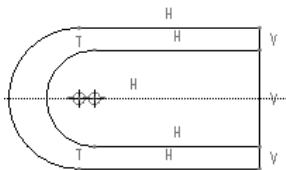
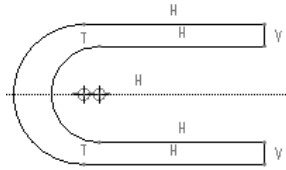

图 2.14.4 绘制直线
图 2.14.5 编辑草图
Step 4 单击“线”命令按钮  中  **线链**，绘制图 2.14.4 所示的直线。
Step 2 分别单击图 2.14.4 所示的图元中要去掉的部分，修剪后的图形如图 2.14.5 所示。